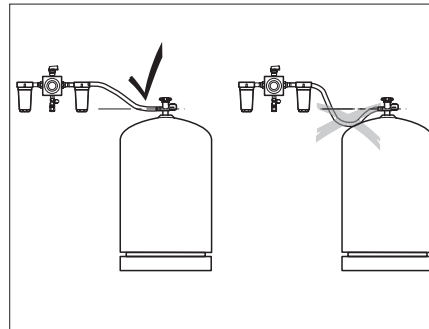

Bild 64 Verlegen der Hochdruckschläuche
- ▶ Beim Verlegen der Hochdruckschläuche darauf achten, dass die Schläuche stetig steigen (Bild 64).